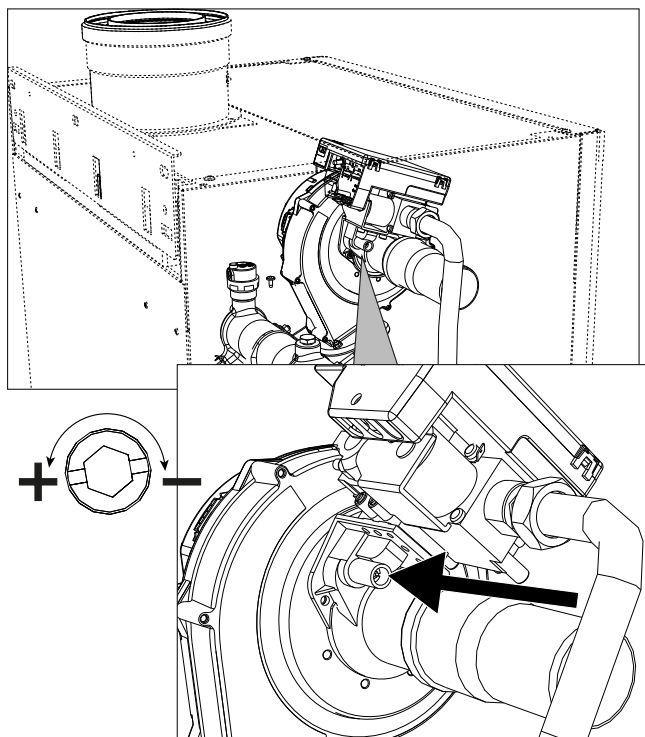
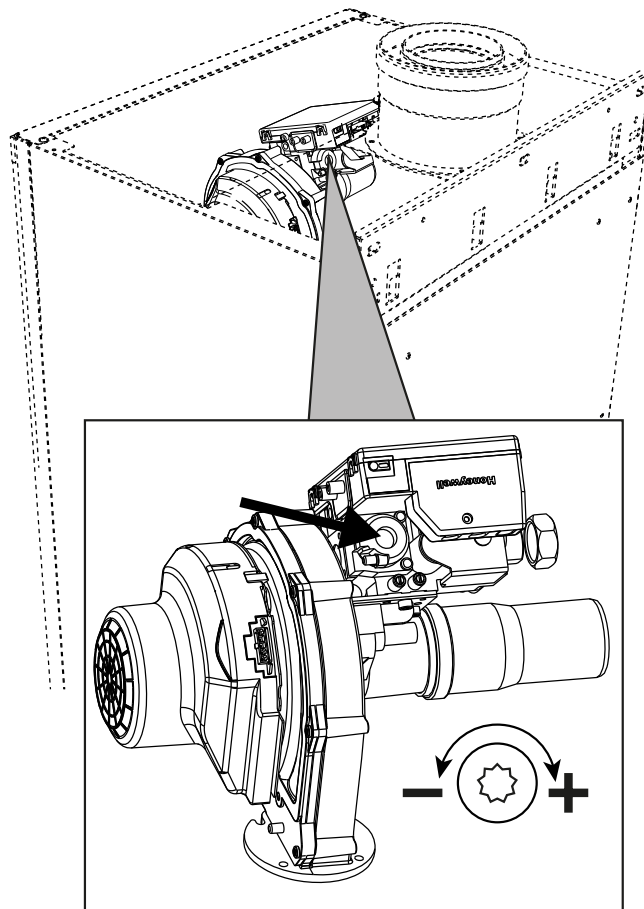
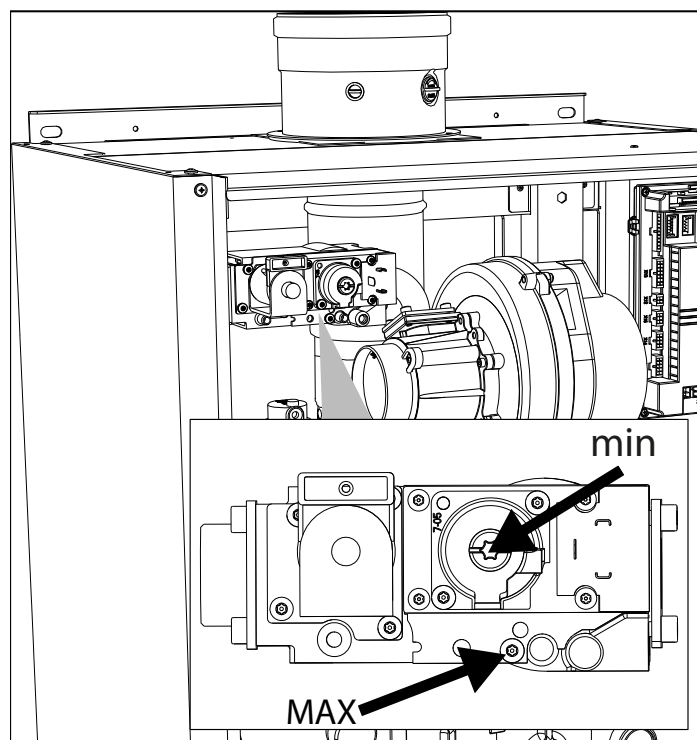

fig. 76 - Regolazione massima modelli W 60 e W 80
fig. 77 - Regolazione minima modelli W 60 e W 80
fig. 78 - Regolazione massima e minima modelli W 99, W 120 e W 150
- Nel caso in cui i valori siano diversi da quelli indicati, regolare la CO₂ attraverso la vite di regolazione massima portando i valori della CO₂ indicati. Vedi **fig. 76** per modelli **W 60** e **W 80** oppure **fig. 78** per modelli **W 99**, **W 120** e **W 150**.
- Nel caso in cui i valori della CO₂ siano diversi da quelli indicati, regolare delicatamente la vite di "OFFSET" minima verificando che la CO₂ sia corretta. Vedi **fig. 77** per modelli **W 60** e **W 80** oppure **fig. 78** per modelli **W 99**, **W 120** e **W 150**.